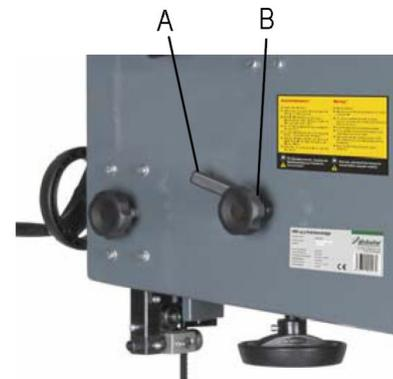

Abb. 13: Sägebandspannung
Schritt 1: Lösen Sie den Klemmhebel (Abb. 13; A), indem Sie ihn gegen den Uhrzeigersinn drehen.
Schritt 2: Drehen Sie das obere Sägebandlaufrad bei geöffneter Frontabdeckung. Drehen Sie an der Einstellschraube (Abb. 13; B) gegen oder im Uhrzeigersinn, um den Sägebandlauf einzustellen. Ihre Einstellungen können Sie im seitlichen Sichtfenster überwachen.
Schritt 4: Schließen Sie die Frontabdeckungen und sichern Sie durch den Klemmhebel (Abb. 13; A) Ihre Einstellungen.